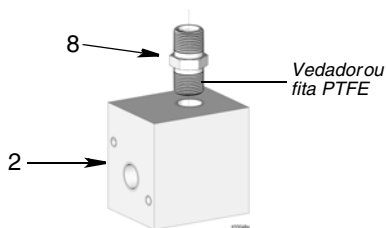

FIG. 8
1. Envolve as roscas do bocal do duto (8) com fita PTFE ou vedador de roscas, como exibido em FIG. 8. Instale o bocal do duto (8) na abertura da tubagem (2). Aperte firmemente. Consulte FIG. 8 para determinar a posição correta de instalação.